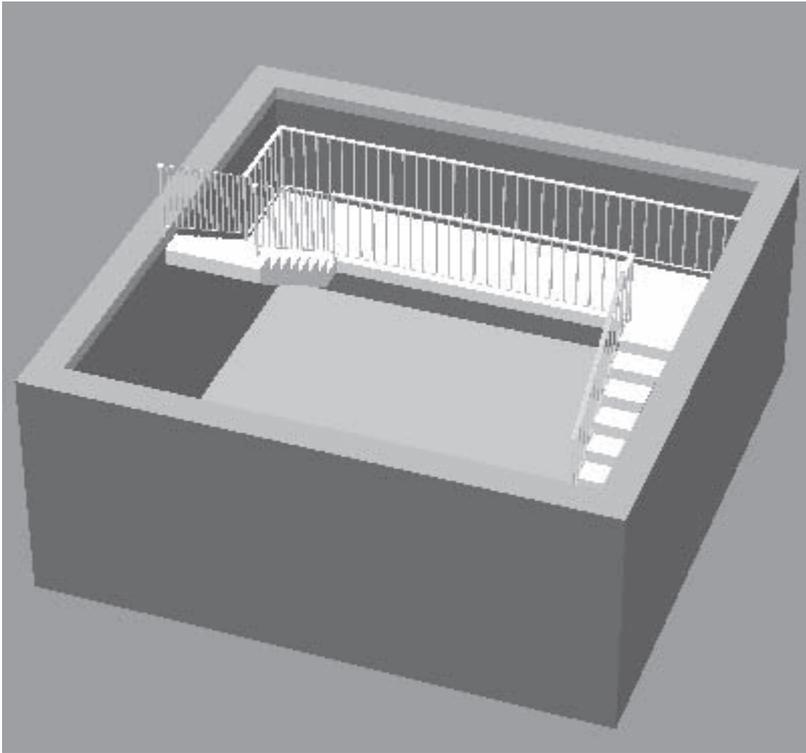

Рис. 1.35. Трехмерная модель U-образной лестницы
– Лестница с площадкой, U-образная (дерево) и Лестница с площадкой, U-образная (монолит) – с помощью этих команд создаются деревянные или бетонные U-образные лестницы. Ввод и настройки практически ничем не отличаются от L-образных лестниц, просто лестничная площадка намного шире (рис. 1.35).